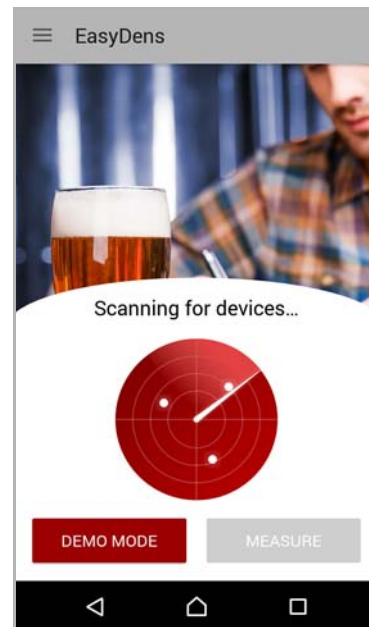

图 7-2: EasyDens 应用程序扫描仪器
- 应用程序会自动开始扫描附近的 EasyDens 仪器，参见图 7-2。